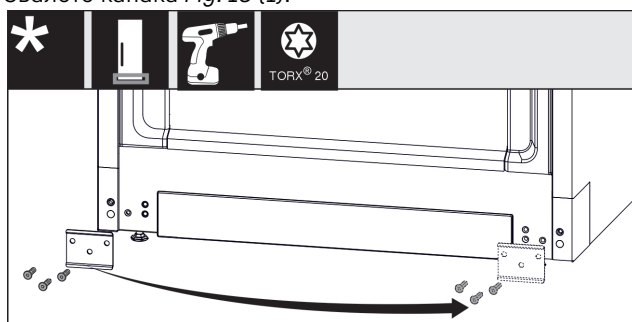

Fig. 19
- Отвинтете листа Fig. 19 (1), обърнете я на другата страна и го завинтете отново.